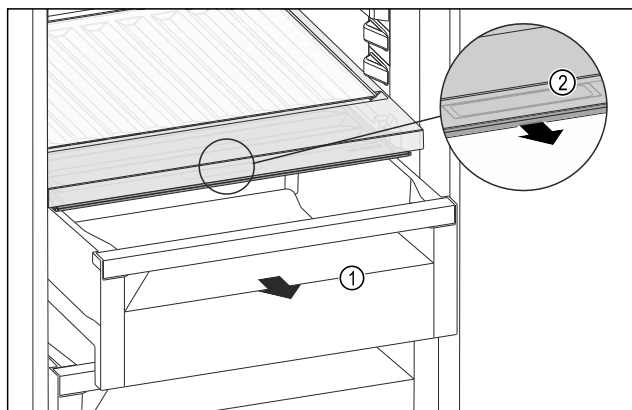

Fig. 180
- ▶ Zásuvku Fig. 180 (1) vytáhněte.
- ▶ Uchopte prohlubeň pro rukojeť Fig. 180 (2) na víku zásuvky a současně zatáhněte za víko zásuvky směrem dopředu.